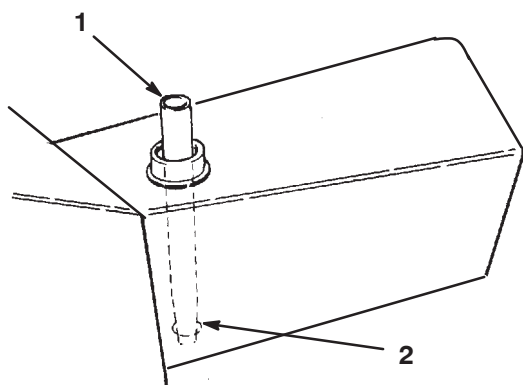

Bild 50
2. Wenn Sie nur den Filter wechseln, nehmen Sie den Behälterdeckel ab und setzen Sie dann die Behälterschraube (Bild 50) ein, um die Öffnung zu schließen. Damit bleibt das meiste Öl im Behälter, wenn Sie den Filter abnehmen.